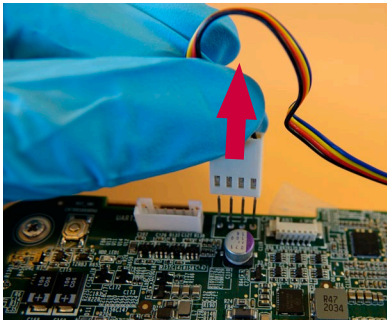

Figura 28 Desligar o cabo da ventoinha
a) Desligue o conector da ventoinha (Figura 28)
- g) **Ligue o cabo da ventoinha (ver a Figura 12 e a Figura 28)**